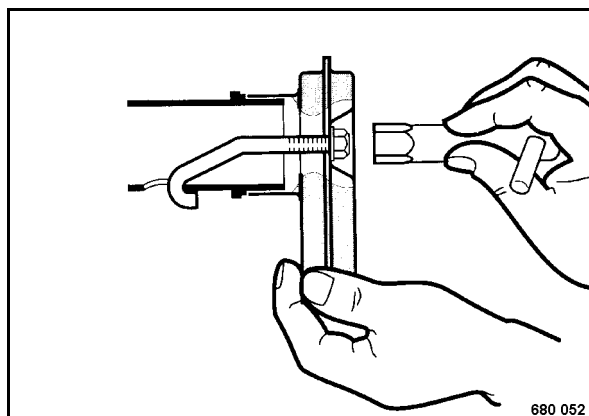

Fig. 46
- Soltar la tuerca de fijación (Fig. 46) y retirar el tamiz del escape con estribo de fijación.